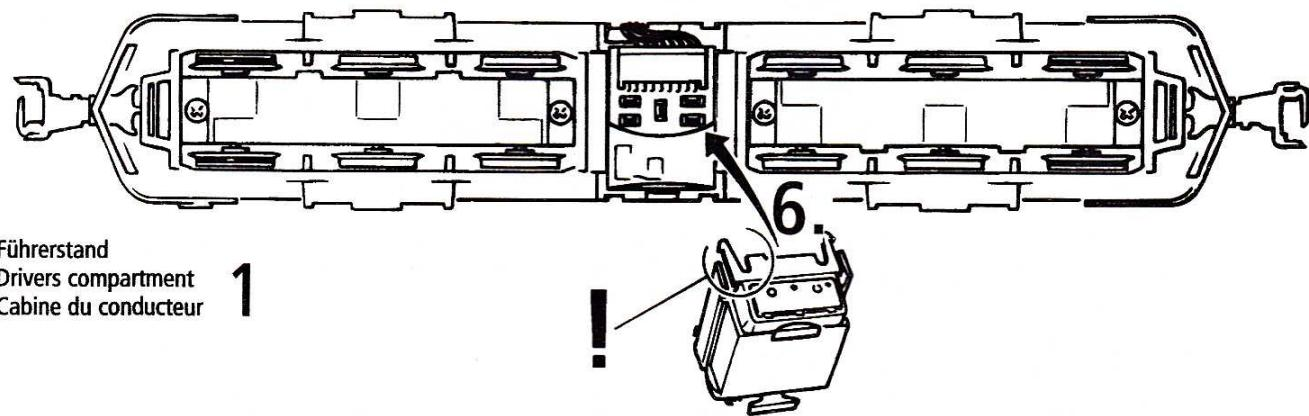

Fig. 5
3. Remplacement des ampoules: Veuillez démonter d'abord la caisse de votre locomotive (fig. 3), puis vous pouvez échanger les ampoules (voir fig. 5)